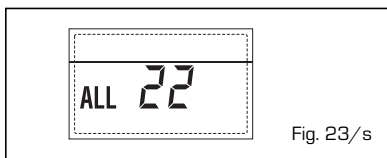

Fig. 23/s
- ANOMALIA GUASTO Sonda MANDATA SECONDA ZONA MISCELATA "ALL 23" (fig. 23/t)